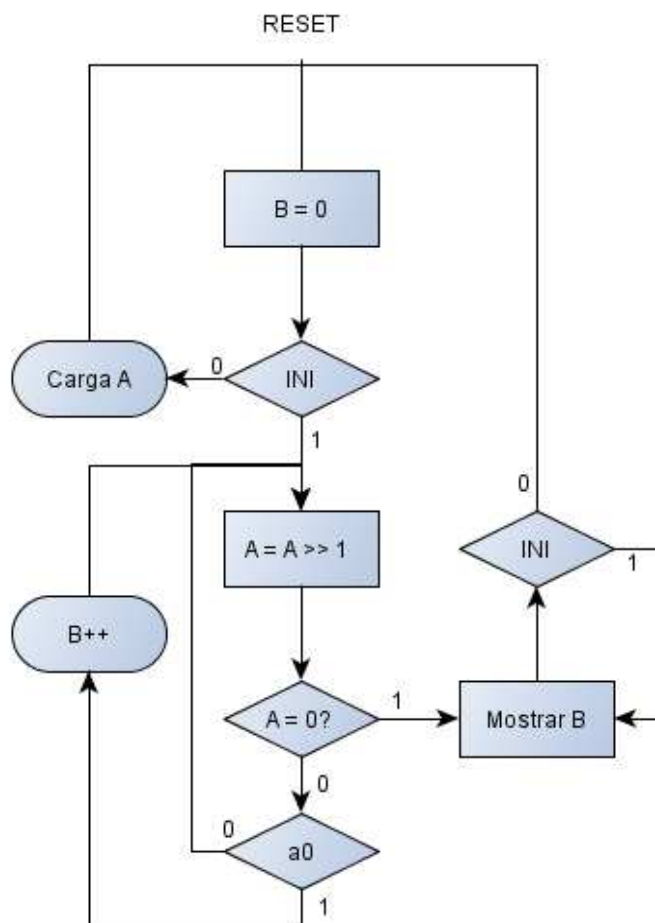
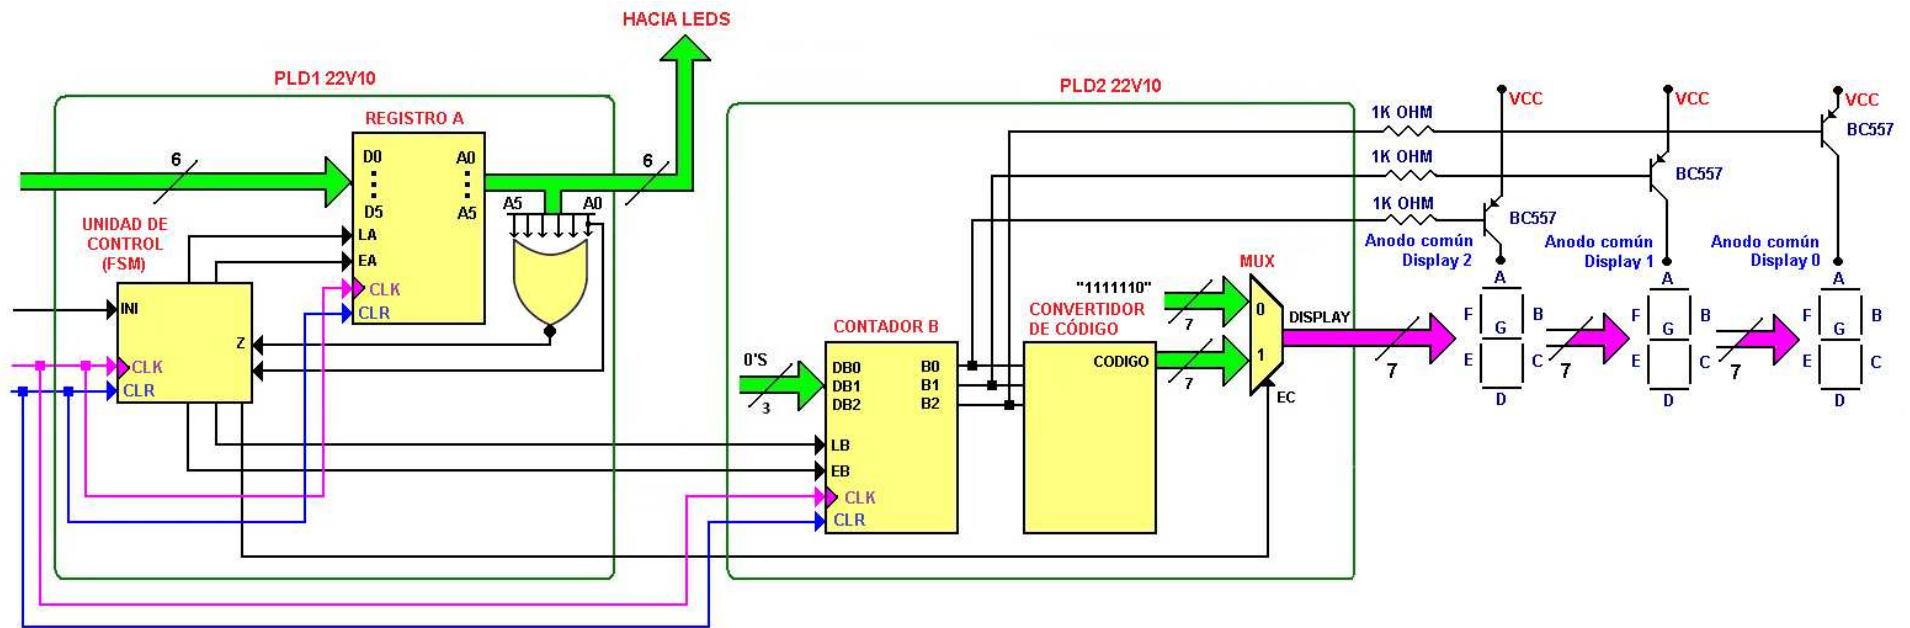
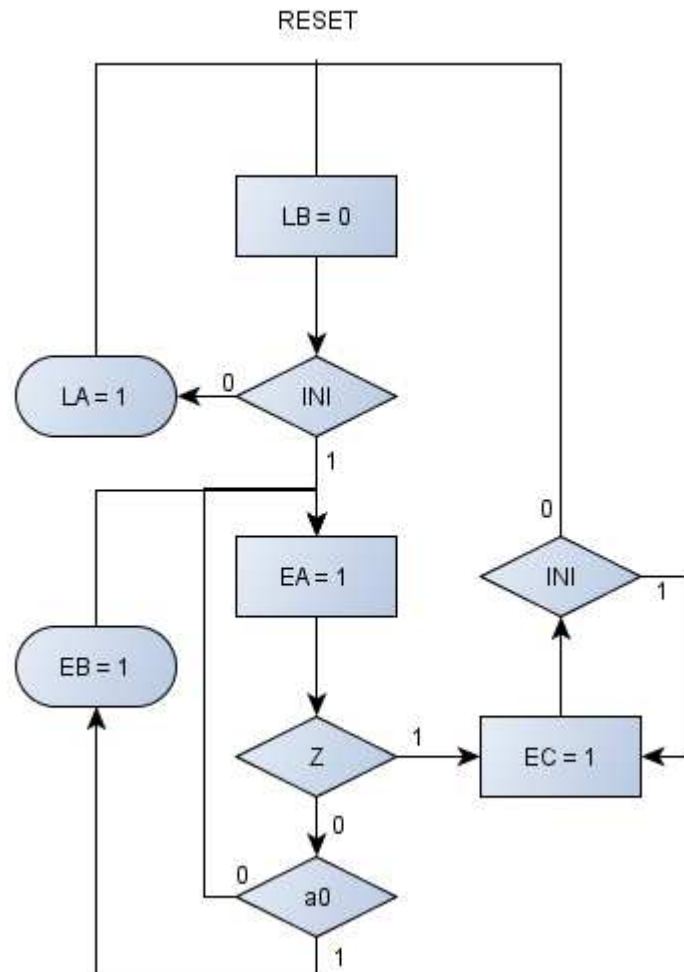

Ilustración 3 Carta ASM para el algoritmo de la ilustración 2.
Ilustración 4 Microarquitectura para contar el número de unos en un registro.
Ilustración 5 Autómata de control de la microarquitectura.
1. Para implementar el algoritmo que permita contar el número de unos almacenados en un registro debemos diseñar una carta ASM. Esta carta se muestra en la ilustración 3. En esta carta ASM se considera una señal de inicio (INI) para indicar el momento en que se va a cargar el número de 6 bits ($INI = 0$) en el registro y el momento en que va a iniciar el algoritmo ($INI = 1$).
La ruta de datos completa se muestra en la ilustración 4. De la carta ASM de la ilustración 3 y la ruta de datos de la ilustración 4 se deriva el autómatas de control del diseño, el cual se muestra en la ilustración 5.